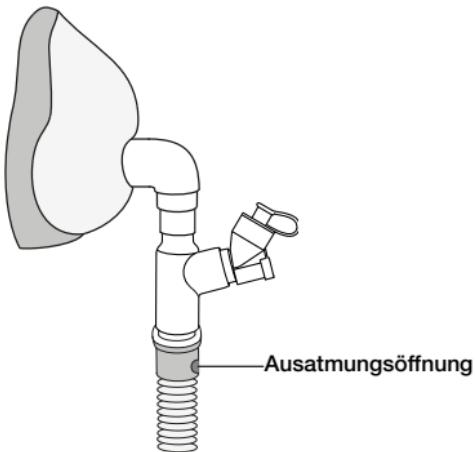

Abbildung 8. Anschließen des Aerogen Solo an eine nichtinvasives Einschlauchsystem
2. Den Aerogen Solo und das Aerogen T-Stück zwischen der Maske und der Ausatmungsöffnung des NIV-Einschluchtsystems platzieren (wie in Abbildung 8 dargestellt)